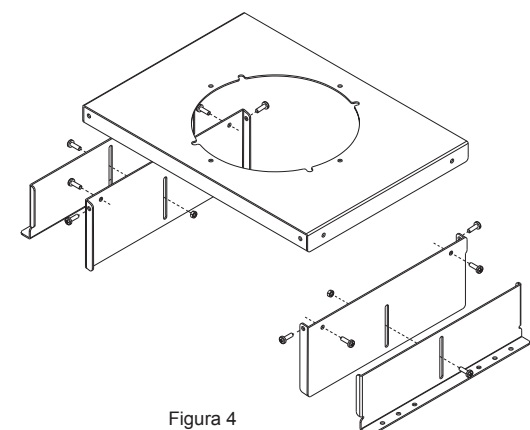

Figura 4
- Montare le varie parti della mensola (figura 4)